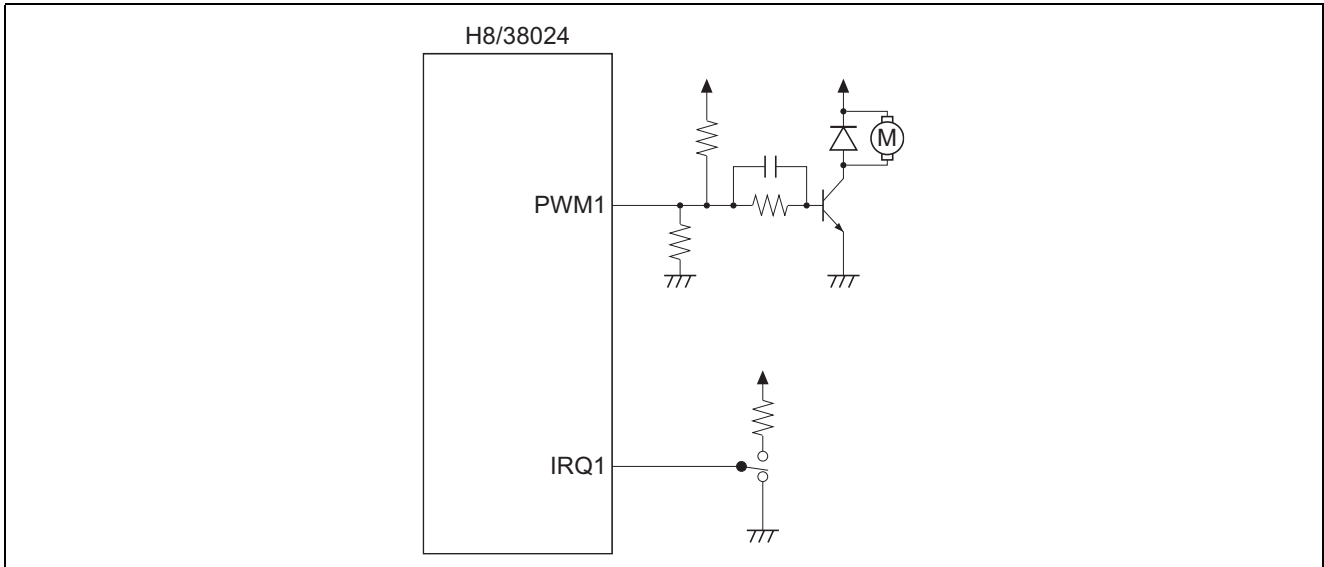

図 1 本タスク例の構成
- (1) H8/38024 の内蔵機能のうち、10 ビット PWM 機能を用いてブラシ付き DC モータを制御します。
- (2) 本タスク例では、IRQ1 スイッチを押すごとに、停止 出力 75%回転 出力 87.3%回転 出力 100%回転 出力 87.3%回転 出力 75%回転 停止の順に、動作が切り換わります。
- (3) ブラシ付き DC モータ制御の接続図を図 1 に示します。